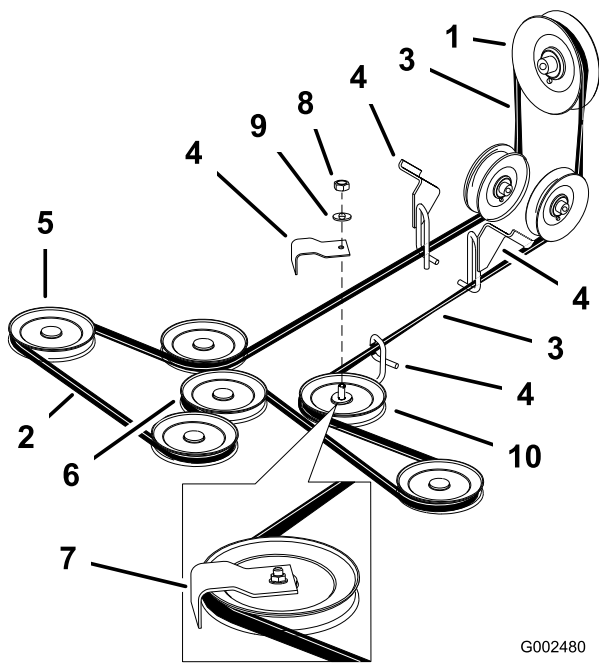

Figure 48
4. Desserrez l'écrou de fixation de la plaque du bras de tension et déplacez la plaque pour détendre la courroie sur la poulie de tension (Figure 48).
6. Dégagez la courroie de tablier de coupe des guides et déposez-la (Figure 48).
7. Installez la courroie neuve autour des poulies d'axe et de la poulie de tension du tablier de coupe, dans les guides de courroie, dans l'ensemble bras de tension arrière et l'embrayage (Figure 48).
Remarque: Vérifiez le vrillage de la courroie entre les poulies. Il doit être conforme aux spécifications de la Figure 48.
Important: Vérifiez le vrillage de la courroie entre les poulies. Il doit être conforme aux spécifications de la Figure 48.